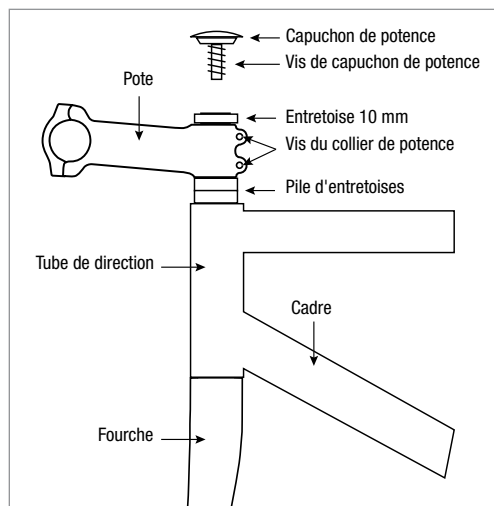

Figure 11
- Remontez la fourche, les entretoises, la potence et tous les composants du jeu de direction dans le tube de direction (Fig. 11).